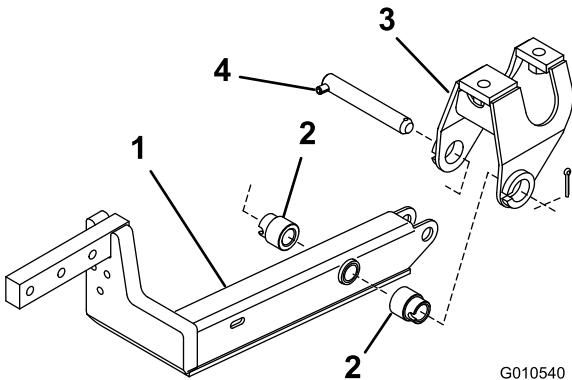

Figura 2
- Monte un brazo de elevación en el soporte de giro con 2 espaciadores, un pasador de giro, y una chaveta (5/32 x 1-3/4 pulgadas). Monte el brazo de elevación con la curva hacia fuera (Figura 2).